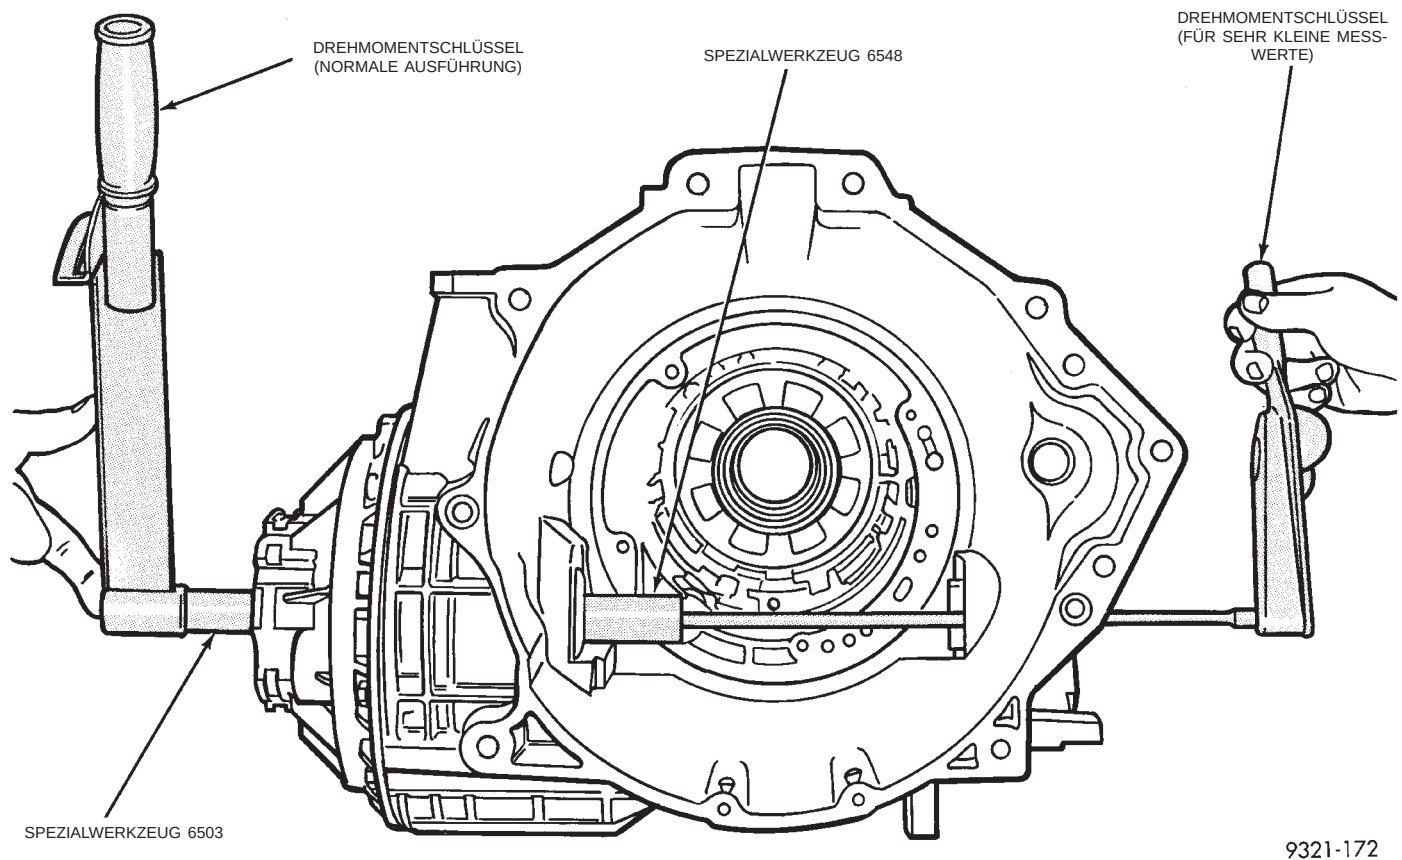
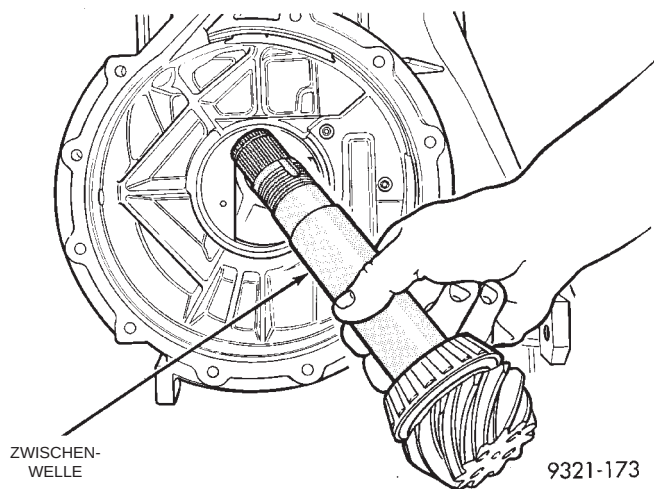

Abb. 321 Losbrechmoment ermitteln
Abb. 322 Zwischenwelle einbauen
(30) Äußeren Einstellring mit Werkzeug 6503 anziehen, bis mit Werkzeug 6548 ein Losbrechmoment von 2,2 bis 2,6 N·m (19 bis 23 in. lbs.) gemessen wird. **Das Drehmoment, mit dem der äußere Differential-Einstellring angezogen werden mußte, um das korrekte Losbrechmoment zu erhalten, schriftlich festhalten** (Abb. 321). Dieser Wert wird später in Schritt 55 benötigt.
(31) Differentialdeckel, Differentialgehäuse und inneren Einstellring ausbauen.
(32) Das Anzugsdrehmoment für den äußeren Differential-Einstellring steht jetzt fest. Nun kann die Zwischenwelle in das Getriebegehäuse eingebaut werden. Hierzu folgendermaßen vorgehen:
(33) Zwischenwelle in das Getriebegehäuse einbauen (Abb. 322).